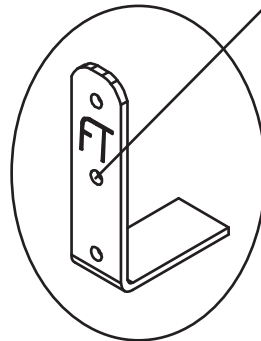

Fig. 1
1) **Staffa supporto barriera principale:** permette l'inserimento dello scorrimento e il suo fissaggio come stabilito dalle norme UNI EN 13374:2004. Il particolare evidenzia la duplice caratteristica di fissaggio sia con chiodi che con viti M8 (*vedi fig. 1*).
2) **Staffa supporto asse protezione intermedia:** permette l'inserimento dello scorrimento e il suo fissaggio come stabilito dalle norme UNI EN 13374:2004. Il particolare evidenzia la duplice caratteristica di fissaggio sia con chiodi che con viti M8 (*vedi fig. 1*).